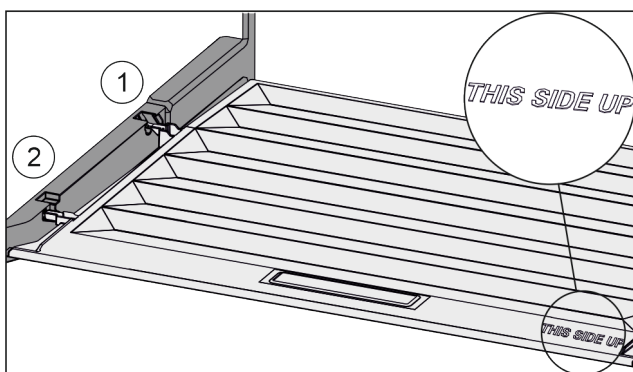

Fig. 92
- ▶ Вставить поперечные ребра крышки через отверстие заднего держателя Fig. 92 (1) и защелкнуть спереди в держателе Fig. 92 (2).